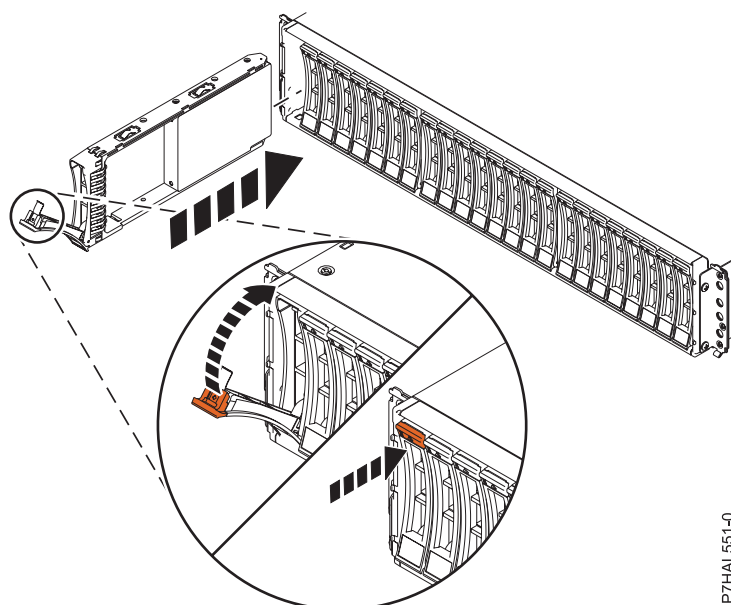

Figure 7. Installation de l'unité de disque dans le Boîtier d'unité de disque 58/87
1. Avec la poignée en position déverrouillée (voir figure 7, à la page 15) maintenez l'unité par le dessous pour l'aligner avec les rails de guidage dans l'unité d'extension.